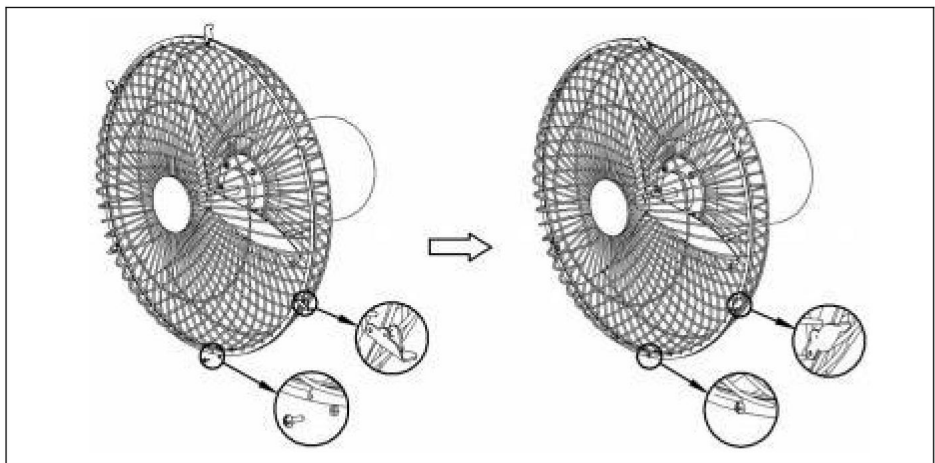

Fig. 7.
3). Rikta in skruvhålen längst ner på de främre och bakre gallren, fäst sedan knapparna på toppen av den främre grillkåpan mot den bakre grillkåpan, fäst alla knappar för gallerhöljet (2) och lås slutligen säkerhetsskruvarna (18)).Se (Fig.7.)